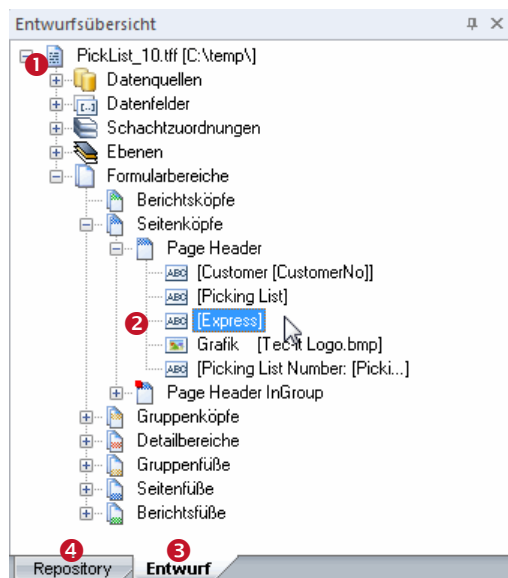

Abbildung 7: Entwurfsübersicht
Um ein Objekt auszuwählen klicken Sie mit der linken Maustaste darauf. Halten Sie die *Umschalt* oder die *Strg* Taste gedrückt, um mehrere Elemente gleichzeitig zu markieren. In Abbildung 7 ist ein Textelement (❷) markiert, das sich im „Seitenkopf“ des Formulars „Picklist\_10.tff“ befindet.